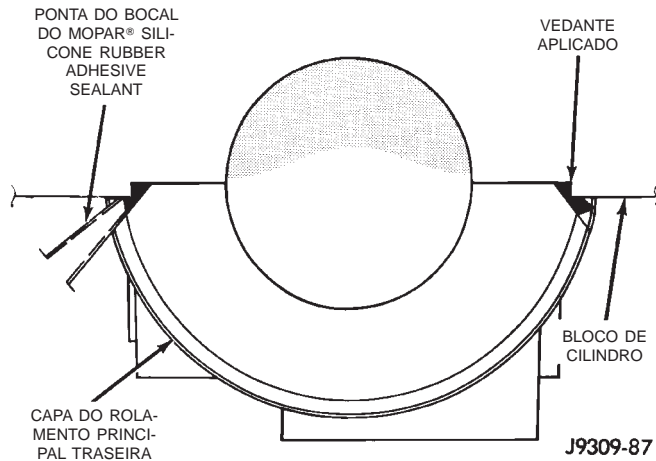

Fig. 52 Aplicação de Selante na tampa de rolamento à Gaxeta do Bloco
(8) Para alinhar a tampa de rolamento, use os parafusos da fenda da capa, cavilha de alinhamento e capa. NÃO remova o excesso de material após a montagem. NÃO bata a capa traseira mais de 2 vezes para o encaixe adequado.
(9) Limpe e lubrifique todos os parafusos da capa. Instale todas as tampas de rolamento principal. Instale todos os parafusos da capa e, alternativamente, aperte com um torque de 115 N·m (85 pés-lb.).
(10) Instale a bomba de óleo.
(11) Instale a tampa da corrente de distribuição.
(12) Instale o abafador de vibração.
(13) Aplique Mopar® Silicone Rubber Adhesive Sealant, ou equivalente, na tampa de rolamento para bloquear a gaxeta para fornecer a vedação da capa ao bloco e cárter de óleo. (Fig. 52). Aplique o selante suficiente até derramar um pouco. Remova o bocal e limpe o excesso de selante do entalhe de vedação do cárter de óleo.
(14) Instale uma nova vedação de óleo do eixo de manivelas dianteiro.
(15) Instale imediatamente o cárter de óleo.